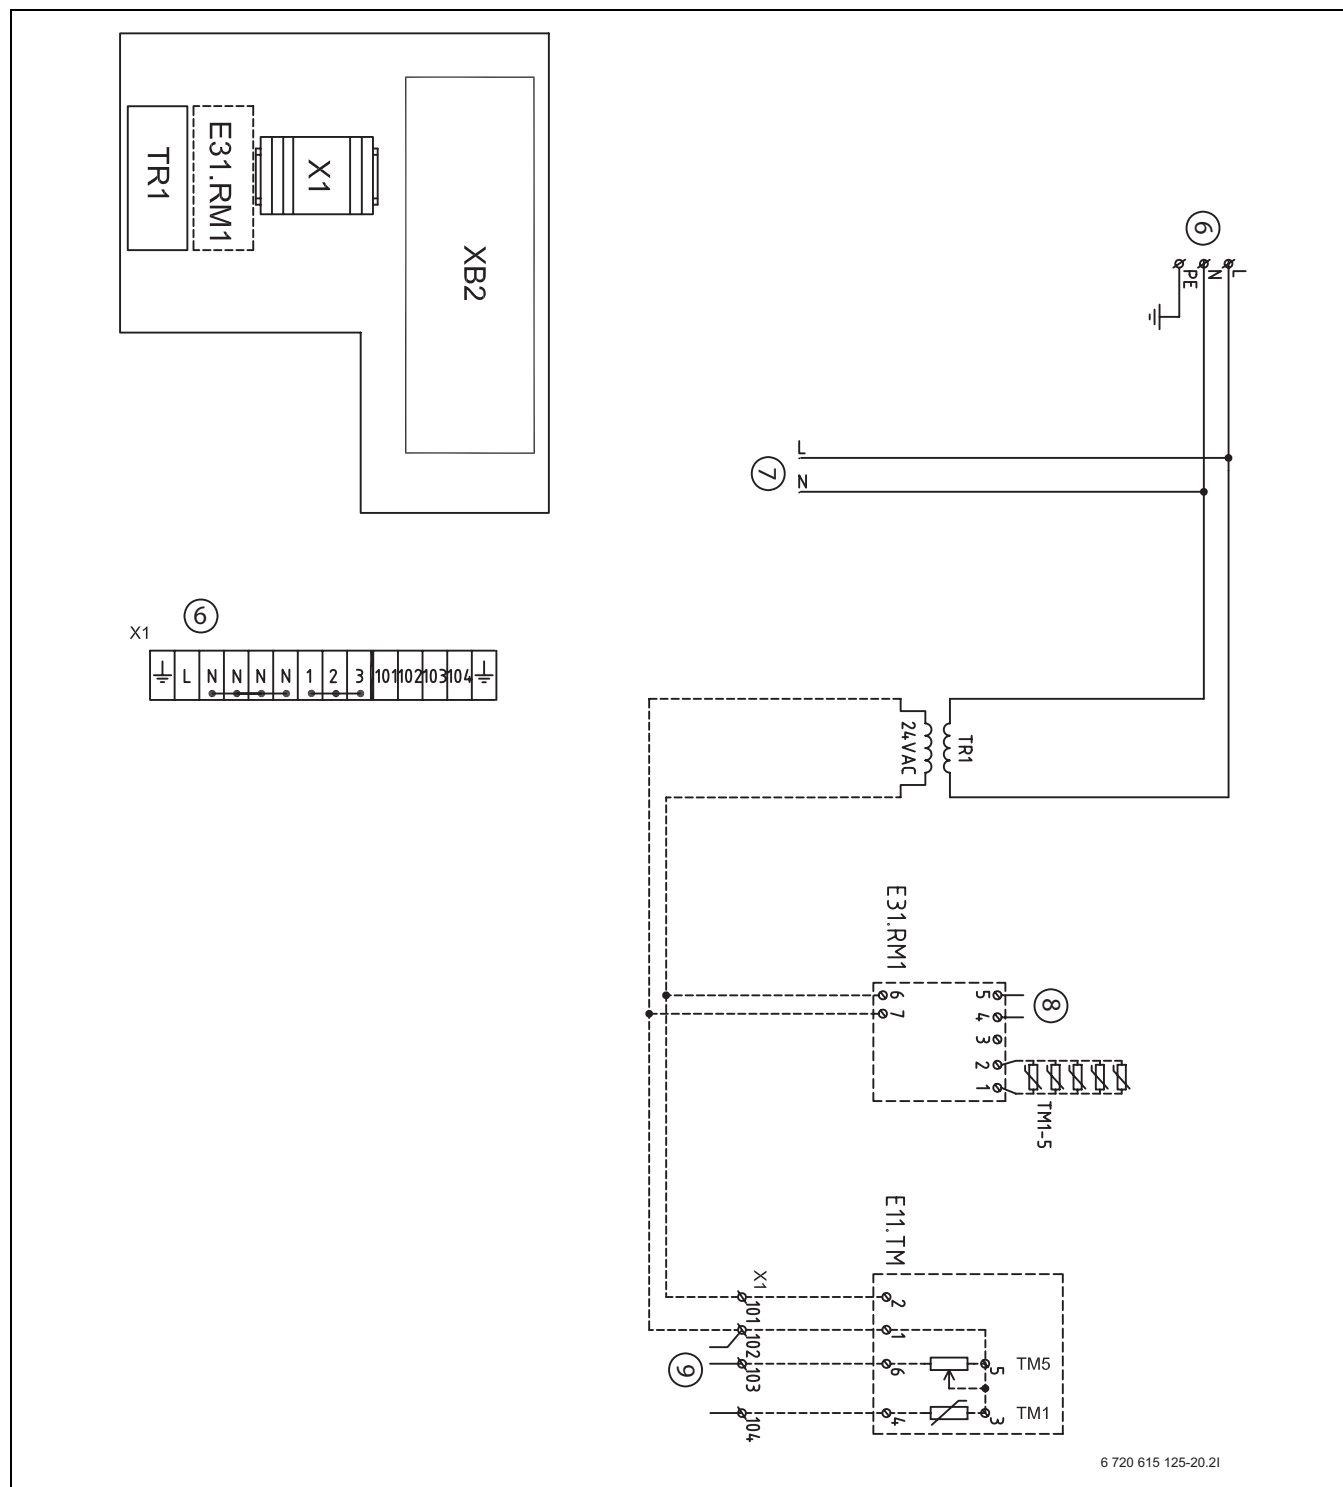

Bild 22 Elschema PKS 1000
- 7, 8, 9** (→ Bild 22, sida 21)